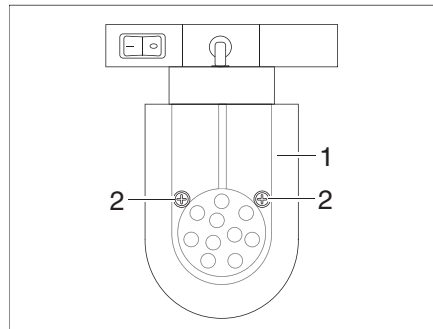

Fig. 166 Foco de LED (desplazable)
- Aflojar los tornillos de fijación (Fig. 166,2).
- Retirar el cristal de lámpara (Fig. 166,1) con cuidado.